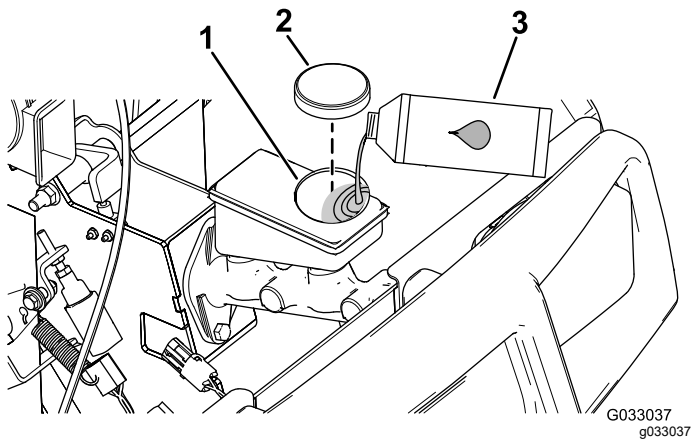

Bild 16
2. Heben Sie die Haube an, um den Hauptbremszylinder und den Behälter zugänglich zu machen (**Bild 16**).
- A. Reinigen Sie den Bereich um den Behälterdeckel und nehmen den Deckel ab (**Bild 16**).
- C. Schrauben Sie den Behälterdeckel wieder auf (**Bild 16**).